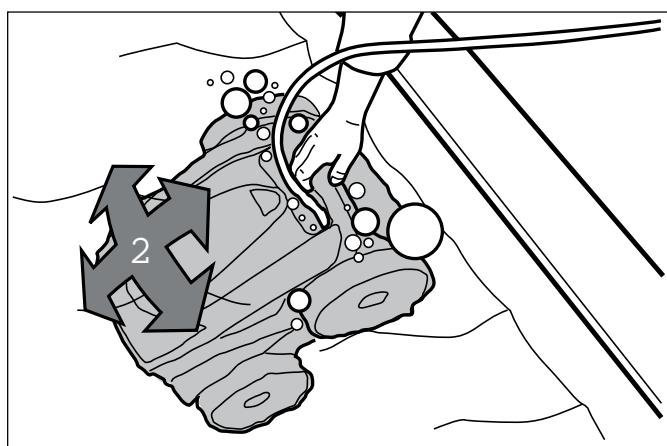

Figura 16. Sumerja el limpiador hasta el fondo de la piscina
2. □ Asegúrese de que la unidad se sumerja hasta el fondo de la piscina y no Áote (Figura 16). □